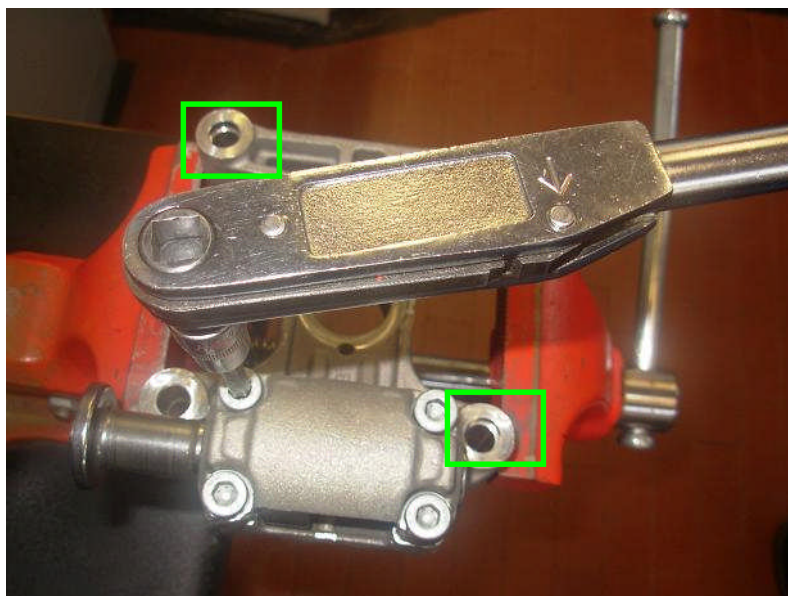

Fig. 11
- 17) Montar la tapa de cierre del árbol de levas (fig. 11) **(en circulación y en stock)**
- 19) Montar el castillete completo en la culata controlando que los casquillos de centrado estén en sus alojamientos (indicados en los recuadros de la fig.11) y a continuación apretar las cuatro tuercas (***en circulación y en stock***)